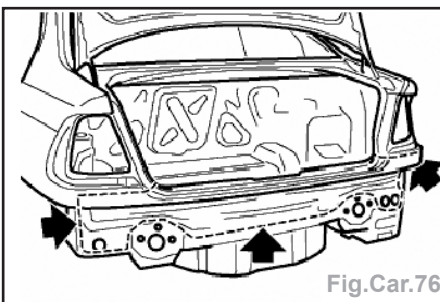

Fig.Car.76
- Couper grossièrement la tôle de la jupe AR (Fig.Car.76).